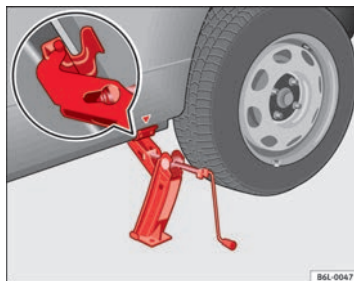

Fig. 141 Posizionamento del cric
- Applicare il cric in modo che la staffa faccia presa in corrispondenza della nervatura del montante inferiore e che la base mobile appoggi bene a terra ⇒ **fig. 141**.